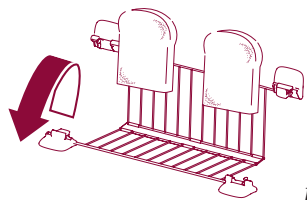

Fig. 13
- 1 Open de tosti-tang door op de twee handvaten te drukken. Breng één of twee tosti's in (fig. 13).